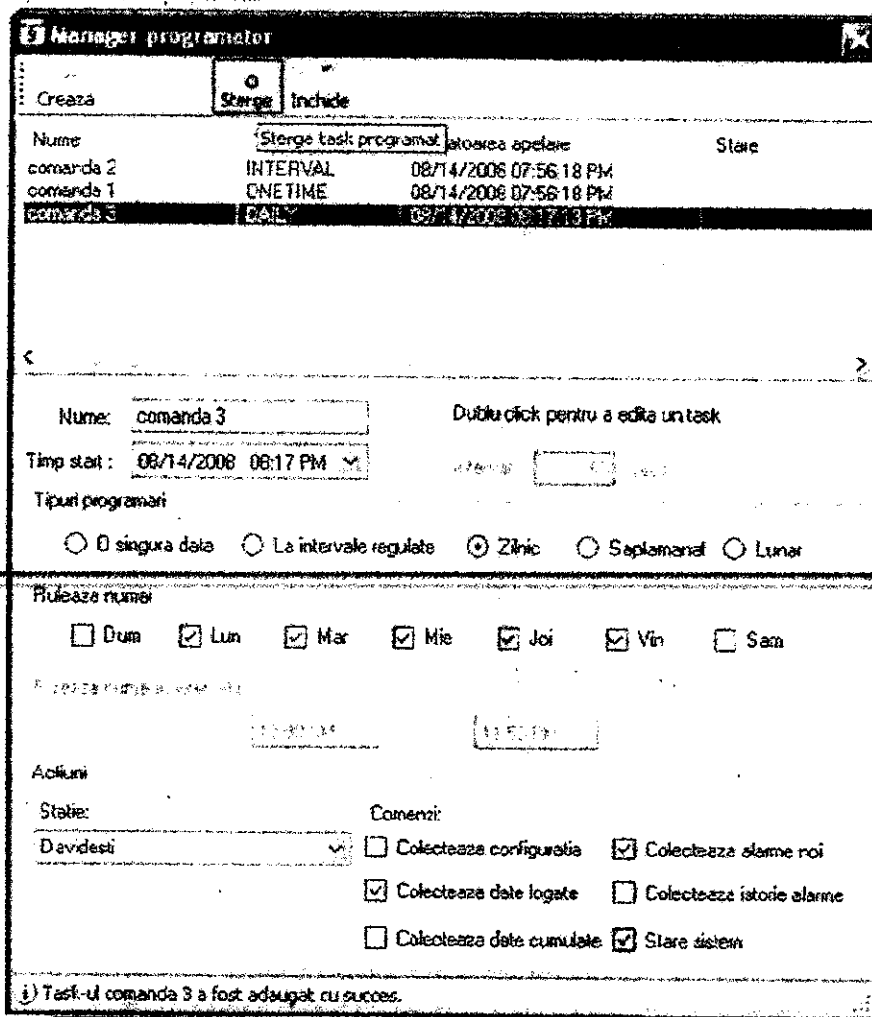

Fig. 4: Stergere task.
1. Se selecteaza taskul dorit din lista. In acest moment butonul o Sterge "Sterge" din bara cu butoane este activat (vezi Fig.4).